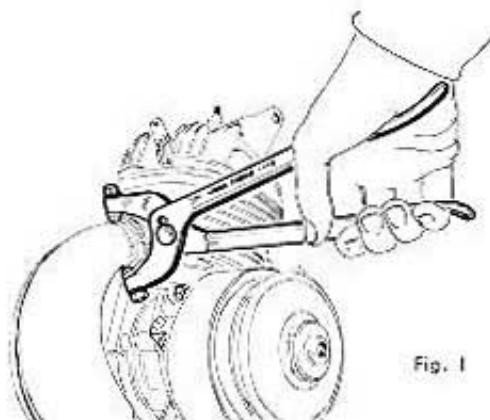

Fig. 1
- Débrancher la commande de changement de vitesses en desserrant les 2 serre-câbles (E) du secteur et en retirant les câbles (clé de 8) ; afin de faciliter le remontage, repérer la position des câbles sur le secteur.
- Desserrer l'écrou du pot d'échappement (clé de 35 ou pince 0.16 V) (fig. 1) ainsi que la vis de fixation du pot à l'arrière (clé de 12 dans le cas du modèle Sport et clé de 8 dans le cas du modèle Tourisme). Retirer l'ensemble tuyau et pot d'échappement (attention au joint).